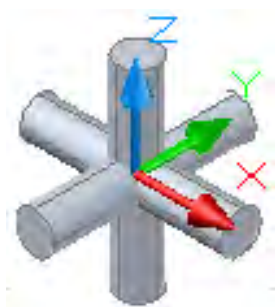

Рис. 52. Перекрестие
7. Результат всех операций представлен на рис. 52. ПСК установлена в центр перекрестия.